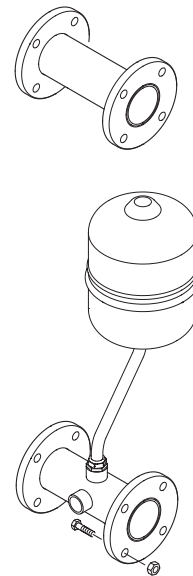

Fig. 6
1.9 DESCRIPTION KIT RACCORDEMENT COMPENSATEUR HYDRAULIQUE cod. 8101534 (à demander à part) (fig. 6)